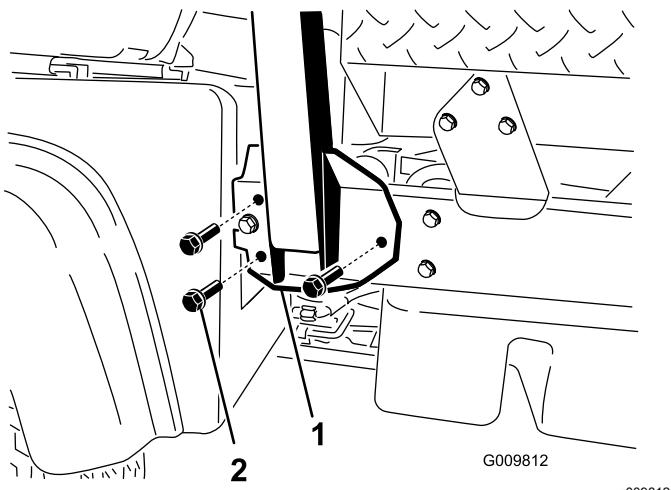

Figura 4
- Allineate ciascun lato del roll bar con i fori di montaggio su ciascun lato del telaio della macchina (Figura 4).
- Fissate la staffa di montaggio del roll bar al telaio della macchina con 3 bulloni a testa flangiata (½" x 1¼") su entrambi i lati (Figura 4).